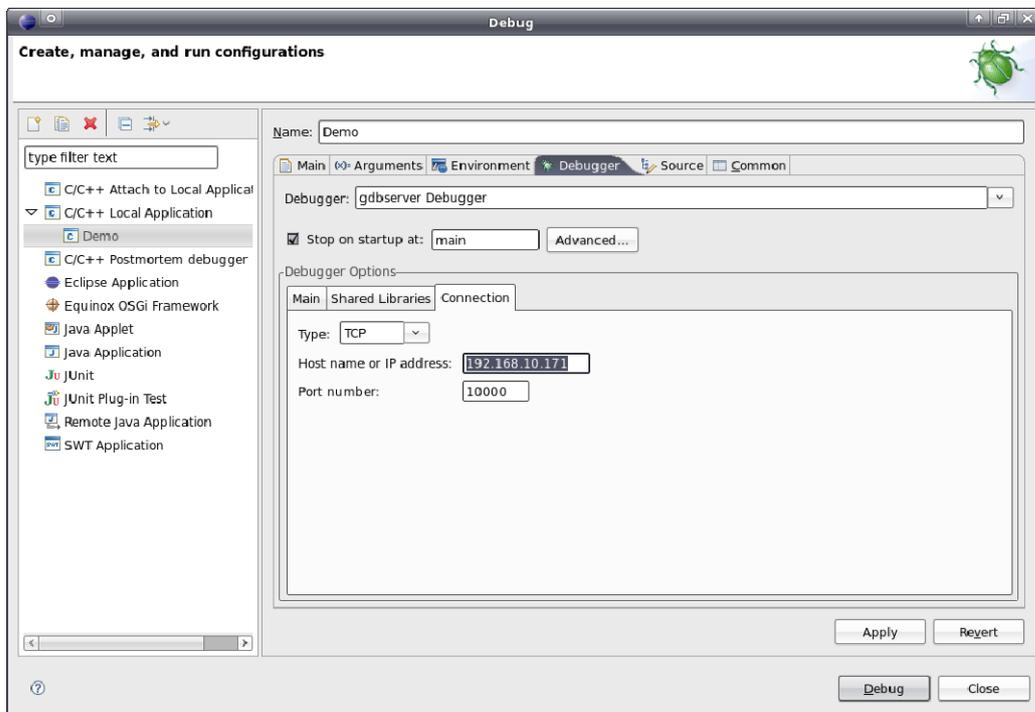

Bild 54: Konfiguration der Verbindung zum Target
Dabei ist `"192.168.10.33"` die IP-Adresse des Linux-Entwicklungssystems (zur Ermittlung der IP-Adresse siehe Abschnitt 6.5). Die nach dem Doppelpunkt folgende Portnummer (hier: `"10000"`) ist frei wählbar, sie muss jedoch mit der nachfolgend im Punkt 2.3 innerhalb von Eclipse für die Target-Verbindung angegebenen Portnummer korrespondieren (auch siehe Bild 54).
2.3 Konfiguration der Verbindung zum Target (siehe Bild 54)
Die Konfiguration der Verbindung zum Target erfolgt ebenfalls im Reiter "Debugger". Dazu sind in der Sektion "Debugger Options" im Unter-Reiter "Connection" die entsprechenden Informationen einzutragen (siehe Bild 54). Im Feld "Host name or IP address" ist die im Abschnitt 5.4 festgelegten IP-Adresse für das ECUcore-5208 einzutragen (für das angegebene Beispiel: "192.168.10.171"). Im Feld "Port number" ist die beim Aufruf des Befehls "gdbserver" im Punkt 1.4 definierte Portnummer anzugeben (für das angegebene Beispiel: "10000").